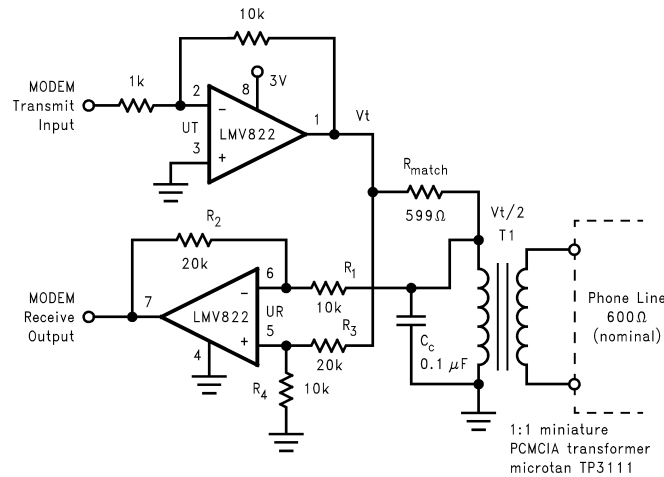

图 39. 用于 PCMCIA 调制解调器卡的电话线路收发器
图 39 的电话线路收发器通过 PCMCIA 微型变压器提供全双工连接。接收机部分 (UR) 的差分配置消除了从发射机部分 (UT) 接收的问题。请注意，UR 的差分配置的输入信号包括发射电压 (V_T) 和 $V_T/2$ 。这是因为选择的 R_{match} 需要与耦合的电话线路阻抗相匹配；所以将 V_T 除以 2（假设 $R_1 \gg R_{match}$ ）。